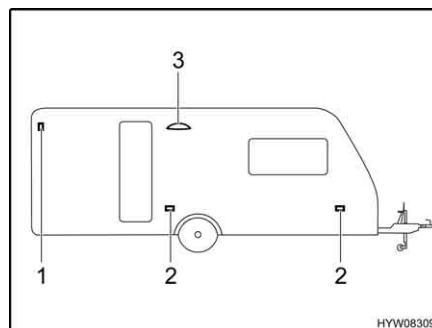

Fig. 134 Luci laterali
- Svitare le viti degli involucri (Fig. 134,2).
- Sollevare la copertura con un attrezzo adatto (p. es. un cacciavite). Applicare l'utensile sull'intaglio nell'involucro (Fig. 134,1).